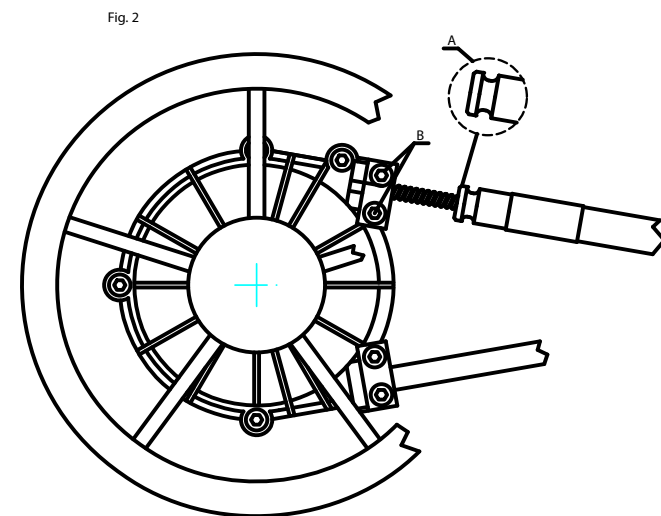

Fig. 2
IMPORTANTE: Fig. 2 mostra l'entrata per installazione del gruppo comando con l'entrata del cavo da destra. Per l'installazione del cavo dal lato sinistro della barca, inserire il cavo nel foro inferiore del gruppo.
6. COLLEGAMENTO DEL CAVO ALLA TIMONERIA (Fig.2)
IMPORTANT: Fig. 2 shows cable in upper entrance hole for starboard installation of helm. For port installation, fit cable in opposite hole.
6. CABLE CONNECTION TO THE HELM (FIG.2)